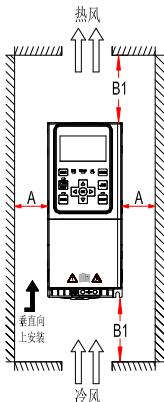

图2-19 C2 ~ C8机型安装图
- 2) 安装空间遵照图2-19、2-21所示,保证变频器的散热空间。但布置时请考虑柜内其它器件的散热情况;